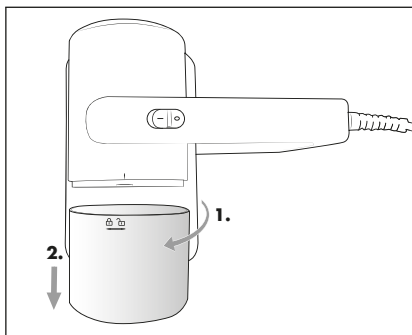

Fig. 4
- 1) Gire el depósito de polvo **4** en sentido anti-horario hasta que la marca del aparato quede sobre el símbolo  (abierto) para desmontarlo del aparato (fig. 4).